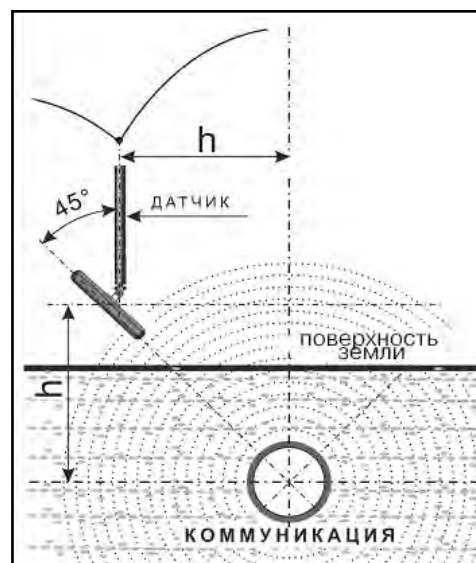

Рис. 7.1
2. При положении датчика ЭМД перпендикулярно трассе и под углом  $45^\circ$  к поверхности земли минимум сигнала наблюдается на удалении от точки «над трассой», равном глубине залегания коммуникации, когда ось антенны пересекает ось трассы. Это - косвенный метод измерения глубины залегания коммуникации (рис. 7.1).